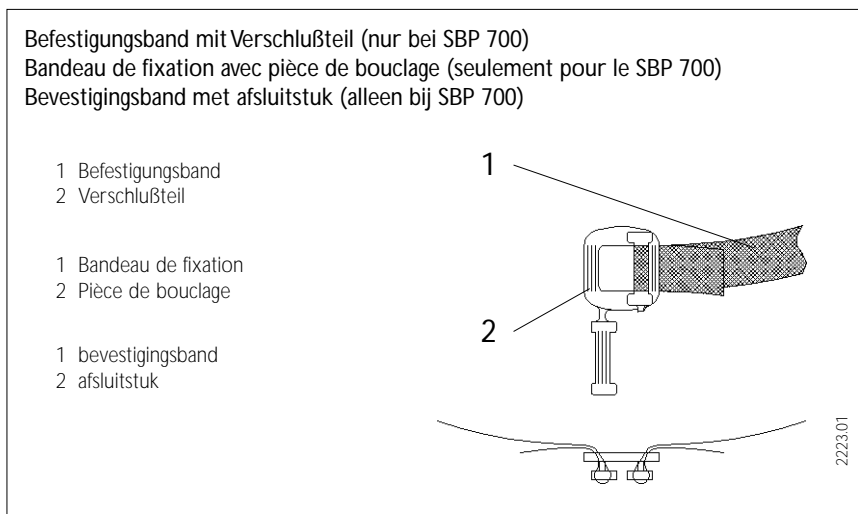
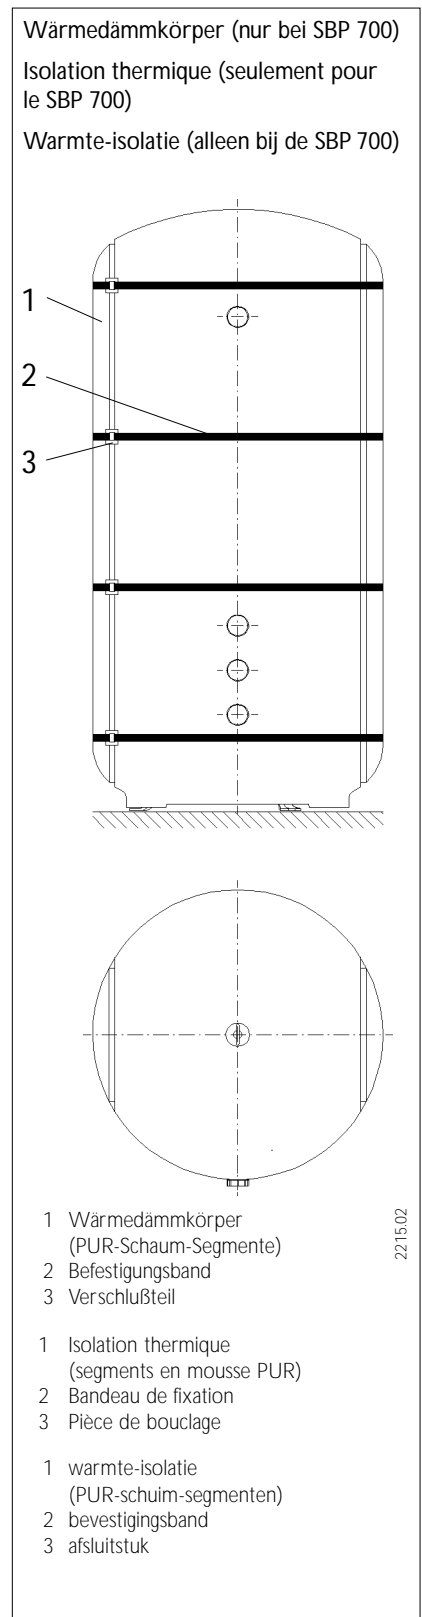

Abb. 6 / Fig. 6 / Afb. 6
Abb. 7 / Fig. 7 / Afb. 7
Beim SBP 700 sind zur Vervollständigung der Behälter-Wärmedämmung die beiden seitlichen Wärmedämmkörper (Polyurethan-Schaum-Segmente) mit vier Befestigungsbändern und Verschlussteilen zu befestigen (Abb. 7).
Die Verschlüsse (Abb. 6) sollten im Bereich einer Fuge (Segment/Behälter-Wärmedämmung) liegen (Abb. 7).
Découper la mousse qui recouvre le bossage du raccord pour aquastat. Le doigt de gant est fixé dans le Raccord G 3/8" (pos. 7, Fig. 2 et 3). L'endroit est indiqué par un renflement de 45 mm de diamètre. Sur le SBP 700, compléter l'isolation en fixant les deux segments latéraux en mousse avec les 4 bandeaux de fixation et leurs pièces de bouclage (Fig. 7). Les bouclages (Fig. 6) doivent être positionnés dans une entaille (isolation thermique segment/réservoir) comme en Fig. 7.
Bij de SBP 700 moeten voor het optimaliseren van de warmte-isolatie van het reservoir de beide zijdelingse warmte-isolatie segmenten (Polyurethaan-schuim) met vier bevestigingsbanden en sluitingen worden bevestigd (Afb. 7).
De sluitingen (Afb. 6) moeten ter plaatse van een naad (segment/reservoir/warmte-isolatie) liggen (Afb. 7).